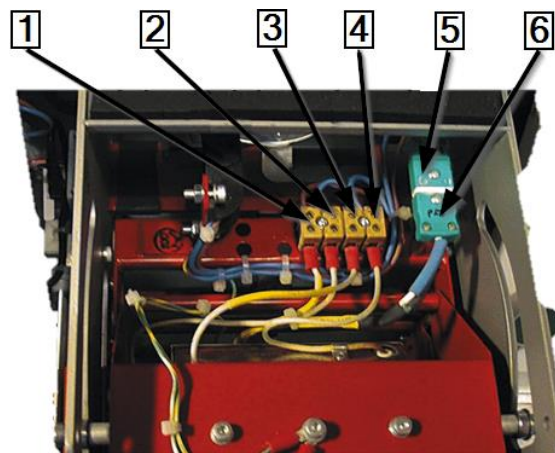

Fig. 62 Collegamenti elettrici e termici
- Rimuovere le 2 viti di fissaggio dell'elemento riscaldante inferiore (2).
- Collegare tutti i collegamenti elettrici e termici dell'elemento riscaldante superiore e inferiore. Vedere 0 Fig. 62 Collegamenti elettrici e termici, pagina 98.